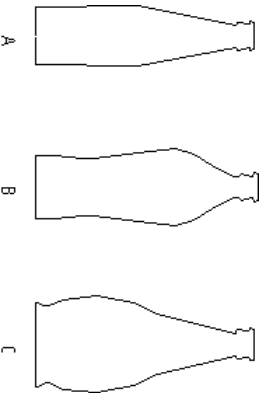

Figura 3
- Com base no contorno exterior obtido, pretende-se identificar o tipo de garrafa, sabendo-se que há três tipos distintos (A, B e C), como se mostra esquematicamente na figura 3. Conceba um método que permita efectuar essa classificação.